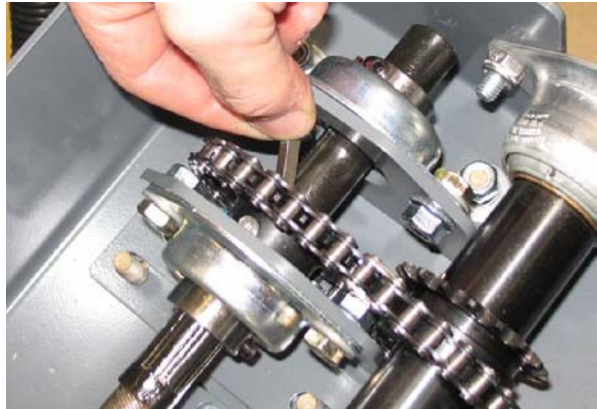

FIG. 30
2. Far scorrere il nuovo albero dello sterzo (1) nella parte inferiore del canale dello sterzo e all'interno dei cuscinetti della flangia e dell'ingranaggio dello sterzo. Inserire la nuova chiave (7) nell'albero dello sterzo prima di far scorrere l'albero dello sterzo nel cuscinetto della flangia superiore. **NON SERRARE COMPLETAMENTE LE VITI DI FISSAGGIO FINO A QUANDO NON VIENE INDICATO.** (Fig. 30)